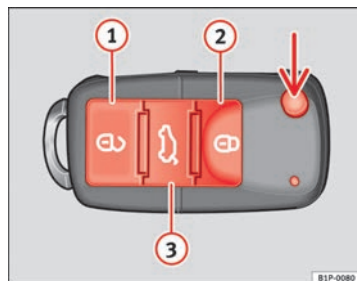

Abb. 46 Tastenbelegung Funkschlüssel
Mit der Taste  $\Rightarrow$ Abb. 46 (1) der Fernbedienung wird der Schlüsselbart ausgeklappt.
Fahrzeug entriegeln  $\Rightarrow$ Abb. 46 (1).
Fahrzeug verriegeln  $\Rightarrow$ Abb. 46 (2)
Heckklappe entriegeln. Die Taste  $\Rightarrow$ Abb. 46 (3) betätigen, bis alle Blinkleuchten am Fahrzeug kurz aufleuchten. Nach Drücken der Entriegelungstaste  (3) können Sie die Heckklappe innerhalb von 2 Minuten öffnen. Nach Ablauf dieser Zeit wird die Heckklappe wieder verriegelt.
- Drücken Sie die Taste  **2** ⇒ Abb. 46 auf der Funk-Fernbedienung.
- Drücken Sie die Taste  **1** ⇒ Abb. 46 auf der Funk-Fernbedienung.